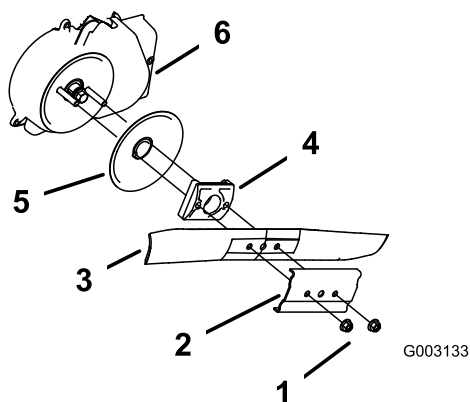

Figura 45
3. Togliete i due dadi della lama ed il rinforzo (Figura 45).
- Togliete la lama (Figura 45).
- Montate la lama nuova (Figura 45).